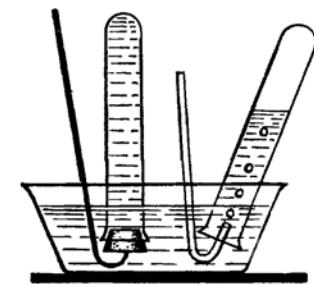

Рис. 4. Сухой способ наполнения пробирок газом
Этот же опыт можно провести в пробирках. В одну пробирку налейте раствор хлорида кобальта (II). Во вторую — к раствору хлорида кобальта прилейте раствор аммиака до образования раствора грязно-желтого цвета. В обе пробирки долейте воду до краев и закройте их пробками. Целесообразно использовать пробки на железном прутке (рис. 4). Далее пробирки переверните и поместите их в кристаллизатор с водой (в химический стакан). Пробки откройте под водой и наполните пробирки до  $1/2$  объема кислородом, после чего вновь пробирки закройте пробками и сильно встряхните. В пробирке, в которую добавили раствор аммиака, образуется коричневый раствор комплексного соединения кобальта (III).